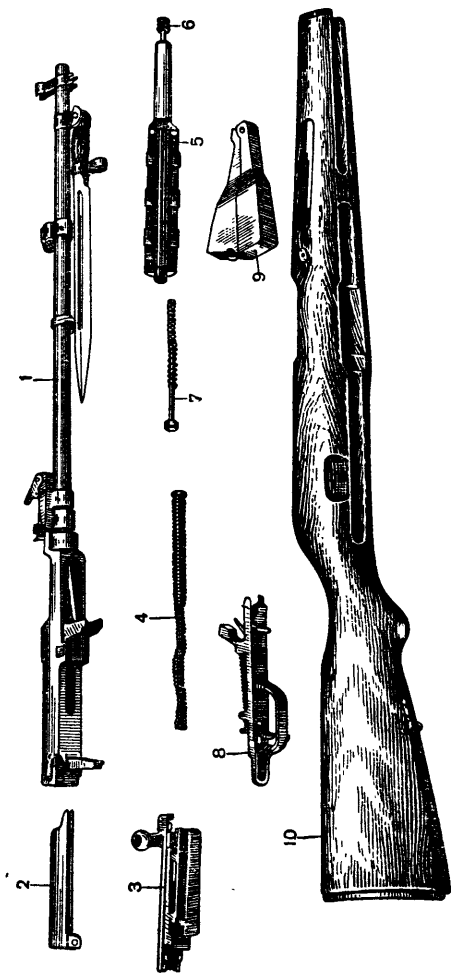

Рис. 2. Основные части самозарядного карабина:
4. Карабин состоит из следующих основных частей и механизмов (рис. 2):